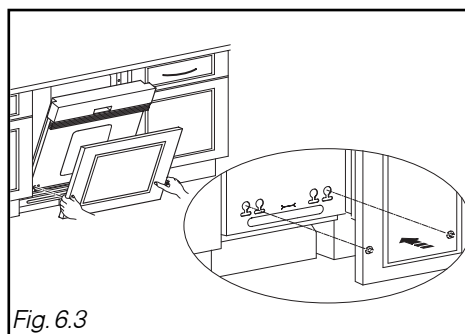

Fig. 6.3
- Positionnez votre panneau de porte en engageant les 2 vis dans les trous de la porte du lave-vaisselle (Fig. 6.3)
- Plaquez le panneau bois sur la porte en comprimant légèrement les rehausses si besoin (Fig. 6.3).